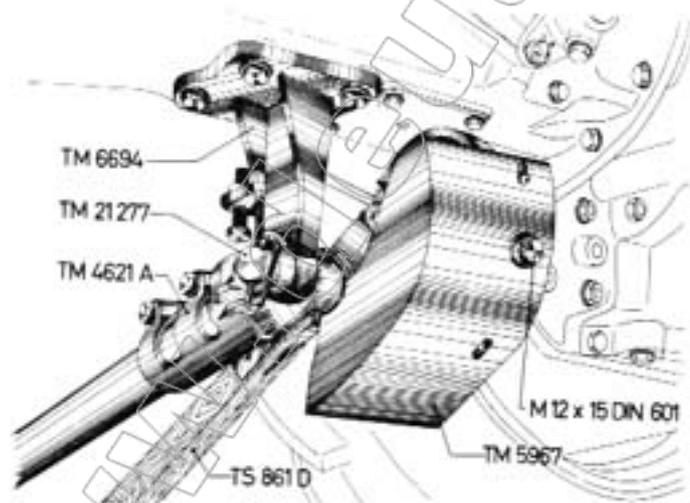
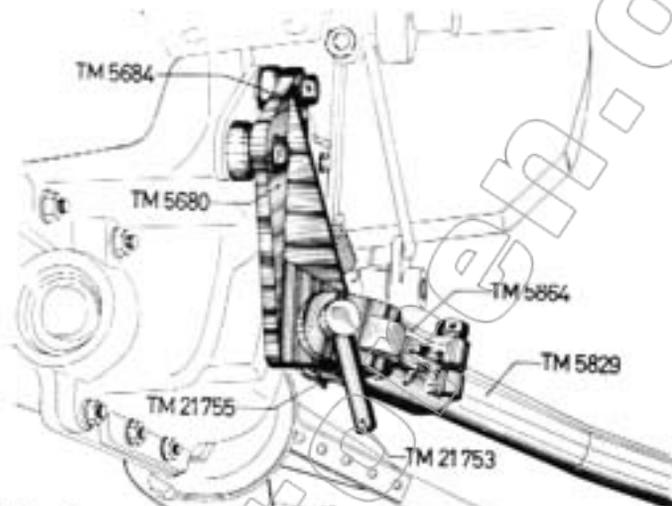
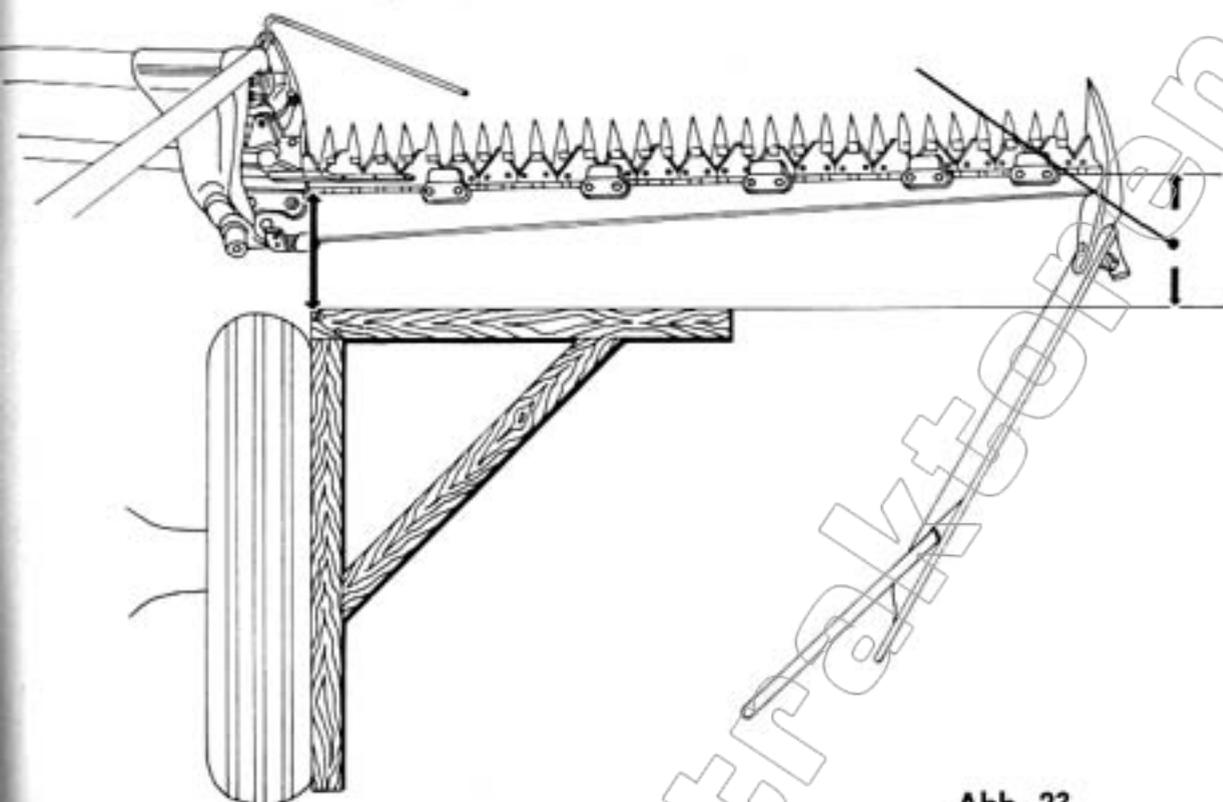

Abb. 5
Abb. 6
Abb. 23
5. Die **Treibstange** TS 861 D wird an der Kurbelscheibe TM 21916 befestigt, wobei das Klemmband der Treibstange über das Treibstangenlager geschoben und die nach unten zeigende Klemmschraube gut angezogen werden muß (Abb. 5, 10 u. 15). Die Verbindung der Treibstange TS 861 D mit dem Messerkopf des Mähmessers erfolgt in bekannter Weise mit dem Treibstangenschnellverschluß.
6. Das **Schutzblech** TM 5967 wird mit den Führungsschlitzen gemäß Abb. 5 auf die Schutzkastenglocke TM 5966 gelegt und durch die Sechskantschraube M 12 x 15 und Federring befestigt (Abb. 5).
7. Die **kpl. montierte vordere Abstützung** wird am Lagerkopf TM 4621 A durch den Lagerbolzen TM 21 277 mit dem Befestigungsbock TM 6694 verbunden und durch einen Klappsplint TM 21 755 gesichert (Abb. 5).
8. Dann wird das **hintere Tragrohr** TM 5829 mit dem Lagerkopf TM 5864 mit dem hinteren Befestigungsbock TM 5680 durch den Lagerbolzen TM 21 753 verbunden und durch einen Klappsplint TM 21 755 gesichert (Abb. 6).
Zu diesem Zweck sind zuerst die Sechskantschrauben an dem Lagerkopf TM 4621 A des vorderen Tragrohres (Abb. 5) und die Sechskantschrauben am Lagerkopf TM 5864 des hinteren Tragrohres (Abb. 6) zu lösen, so daß eine Längseinstellung der Tragrohre vorgenommen werden kann.
Ist der entsprechende Hub des Mähmessers eingestellt, wird eine gerade lange Stange am Hinterrad des Schleppers parallel entlang geführt und auf dem Boden mit dieser Stange ein Strich gemacht. An diesen Strich wird ein rechter Winkel gelegt und dieser Winkel parallel mit dem Balken verlängert. Der Abstand vom Winkelstrich bis zur Vorderkante der Balkenschiene am Außenschuh muß beim 5' Mähbalken 50 mm und beim 6' Mähbalken 60 mm größer sein als am Innenschuh (Abb. 23). Es muß dann kontrolliert werden, ob die richtige Hubeinstellung geblieben ist und die vorher gelösten Sechskantschrauben am Lagerkopf TM 2681 A (Abb. 5) und am Lagerkopf TM 5864 (Abb. 6) sind wieder fest anzuziehen.